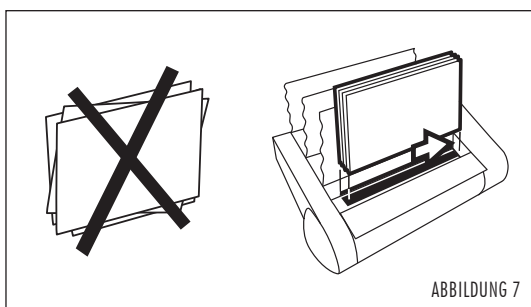

ABBILDUNG 7
5. Klopfen Sie die Seiten und die Buchdeckel des Dokuments mit den Kanten auf der ebenen Aufstoßfläche auf der Gerätevorderseite auf, damit das gesamte Dokument gerade und winklig ist. Legen Sie das Dokument dann mit der Seitenkante oben auf den bereits eingelegten Lx-Strip™ und schieben Sie das Dokument bis zum Anschlag nach rechts (siehe Abbildung 7).